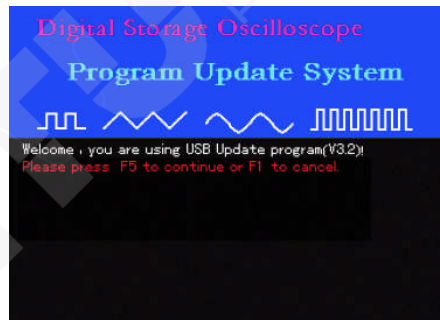

图5-1
- 2、按 [POWER] 按键打开示波器，将进入程序升级系统欢迎界面，如图5-1所示，“欢迎使用USB程序升级系统，按 [F5] 进行程序升级操作，按 [F1] 退出程序升级系统”。
3、在图5-1所示中，按下[F5]键，进入程序升级操作，如果用户U盘根目录下只有一个升级程序包，直接进入第四步，否则将弹出图5-2所示升级文件选择界面，调节拨盘选择所需文件，按[F5]确认选中升级文件，按[F1]退出升级。